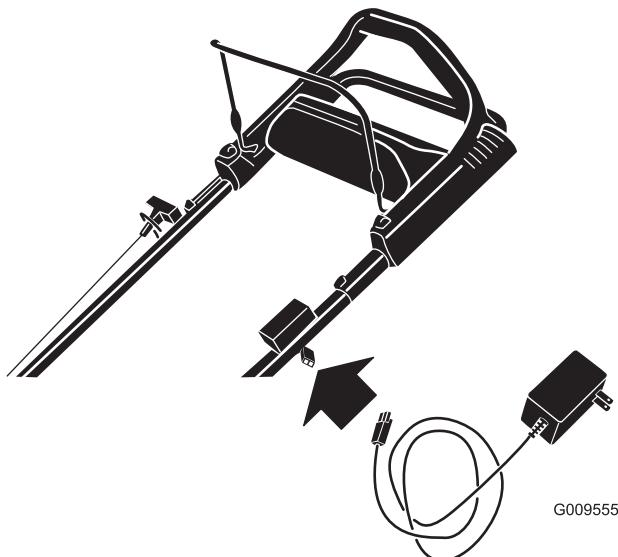

Figura 26
- Conecte el cargador al arnés de cables de la máquina, situado debajo de la llave de contacto (Figura 26).